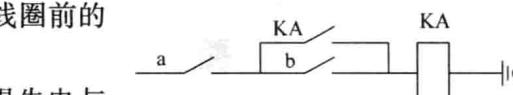

图 1-9 自持联锁
(3) 自持联锁（见图 1-9）。在某电器工作线圈前的电路中并联有该电器本身的常开联锁。